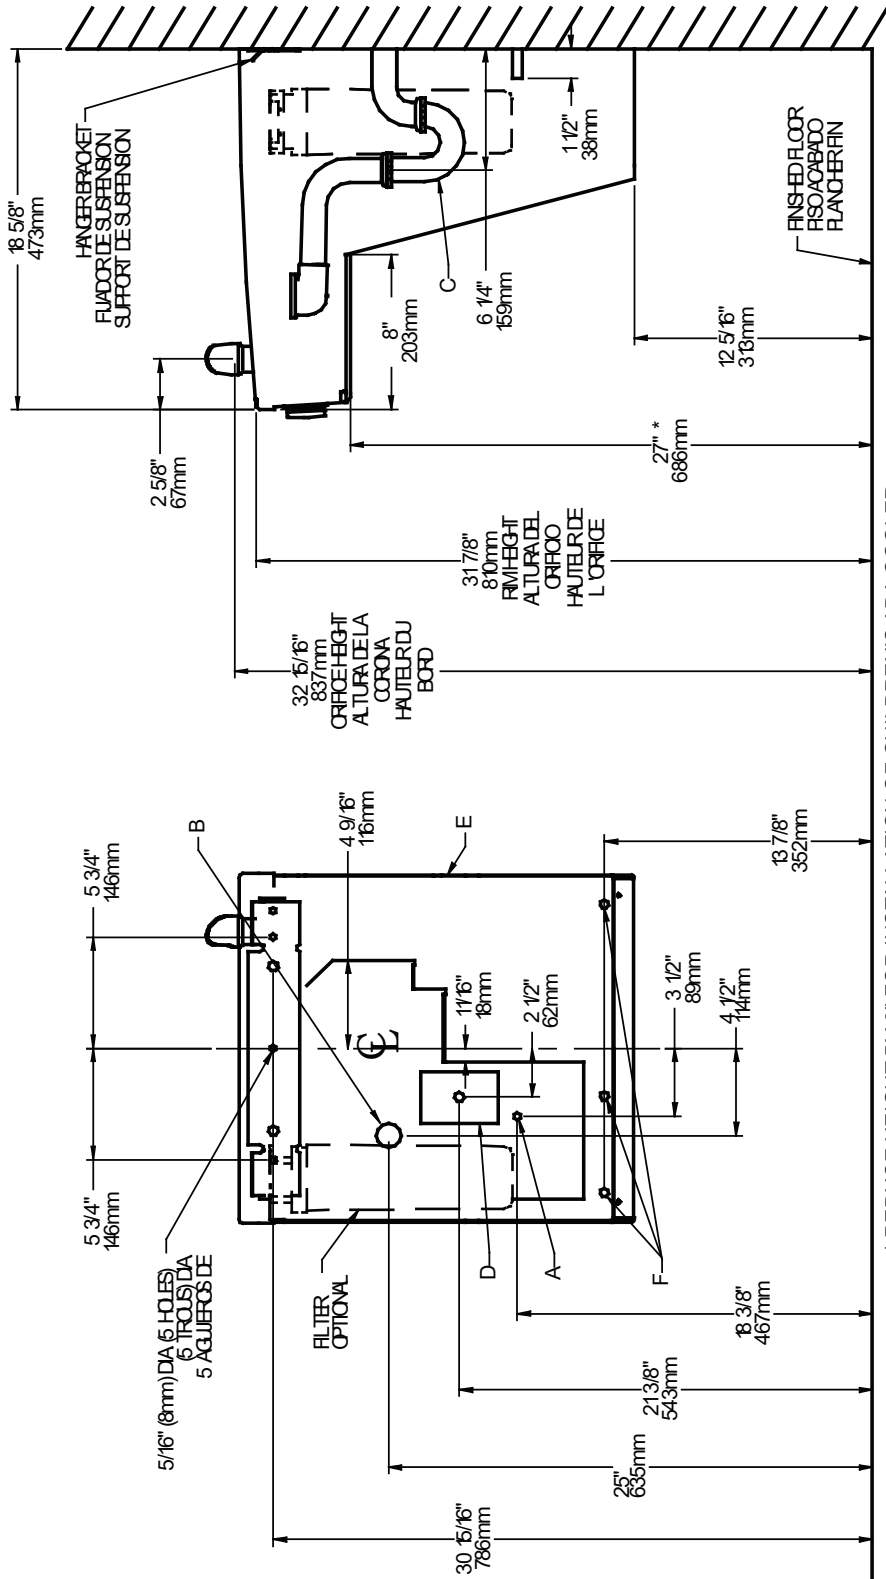

Fig. 2
- 1) Remove hanger bracket fastened to back of cooler by removing one (1) screw.
- 2) Mount the hanger bracket and trap as shown in Figure 2.
- 4) Hang the cooler on the hanger bracket. Be certain the hanger bracket is engaged properly in the slots on the cooler back as shown in Figure 2.
- 5) Loosen the two (2) screws holding the lower front panel at the bottom of cooler base and two (2) screws at the top (**Use torx bits sold separately**). Remove the front panel and set aside.
- 1) Quite el fijador de suspensión sujetados a la parte posterior del enfriador quitando un (1) tornillo.
- 2) Monte el fijador de suspensión y quite el purgador como se muestra en la Fig. 2.
- 1) Retirez le support de suspension à l'arrière du refroidisseur en enlevant une (1) vis.
- 2) Installez le support et le siphon tel qu'indiqué à la fig. 2.
- 4) Installez le refroidisseur sur le support en vous assurant que ceux-ci sont bien installés dans les fentes à l'arrière du refroidisseur tel qu'indiqué à la figure 2.
- 5) Dégagez les deux (2) vis retenant le panneau inférieur avant au bas de la base du refroidisseur ainsi que deux (2) vis sur le dessus (**Employez le peu Torx vendu séparément**). Retirez le panneau avant et mettez-le de côté.